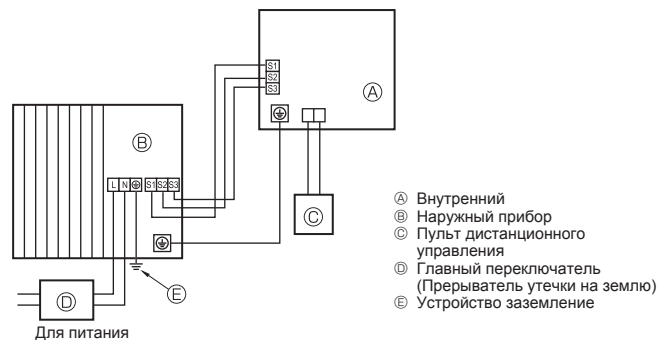
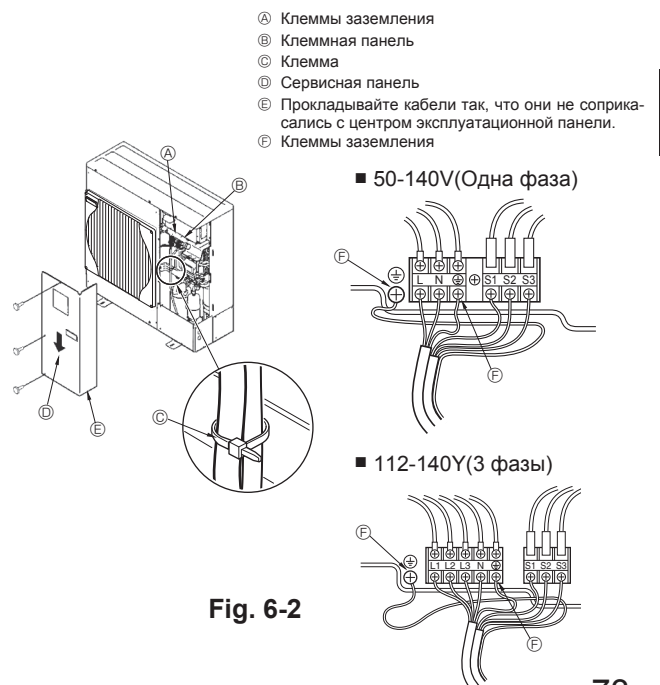

Fig. 6-1
Fig. 6-2
### 6.1. Наружный прибор (Fig. 6-1, Fig. 6-2)
- Подсоедините кабели, как указано на Fig. 6-1 и Fig. 6-2.